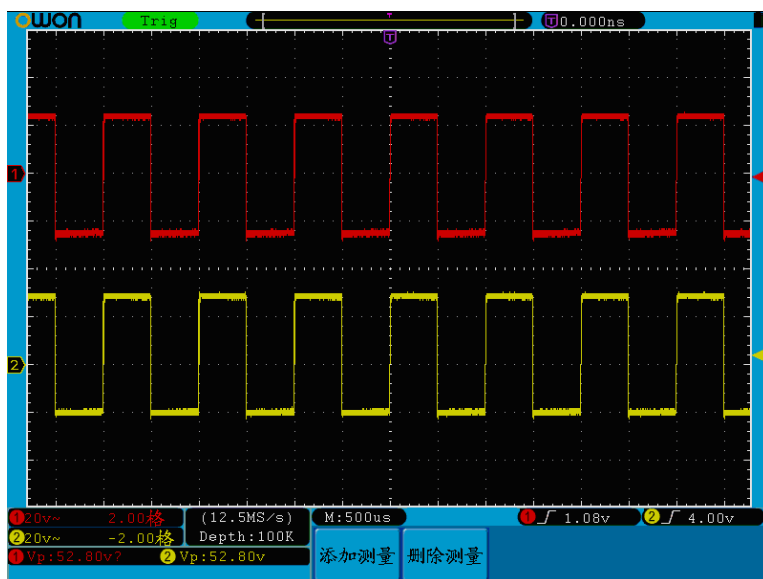

图 7-2：增益测量波形
- (1) 按下 **自动设置** 按键。示波器自动把两个通道的波形调整到合适的显示状态。
- (2) 按下 **测量** 按键显示测量菜单。
- (3) 按 **H1** 键弹出右边菜单。
- (4) 按 **F2** 键, 选择 **CH1**。
- (5) 按 **F1** 键, 旋转 **通用** 旋钮选择 **类型** 为 **峰-峰值**。
- (6) 按 **F2** 键, 选择 **CH2**。
- (7) 再按 **F1** 键, 旋转 **通用** 旋钮选择 **类型** 为 **峰-峰值**。
- (8) 从屏幕左下角测量值显示区域读出通道1和通道2的峰-峰值。见图 7-2。
- (9) 利用以下公式计算放大器增益。